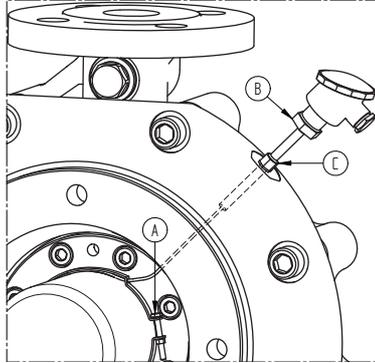

Рисунок 15: Внутреннее соединение датчика температуры.
- 6 Если насос оснащен датчиком температуры, осторожно снимите хомут шланга, открутив винт А (Рисунок 15). Сначала ослабьте винт В, затем винт С и снимите соединительную головку вместе с соединительной трубкой, одновременно направляя датчик температуры с внутренней стороны через отверстие.
19 Если насос оборудован датчиком температуры, направьте датчик температуры с наружной стороны через отверстие и установите соединительную головку и трубку на промежуточную крышку. Затем направьте датчик температуры через отверстие в хомуте шланга и установите хомут шланга в положение, показанное на Рисунок 15.